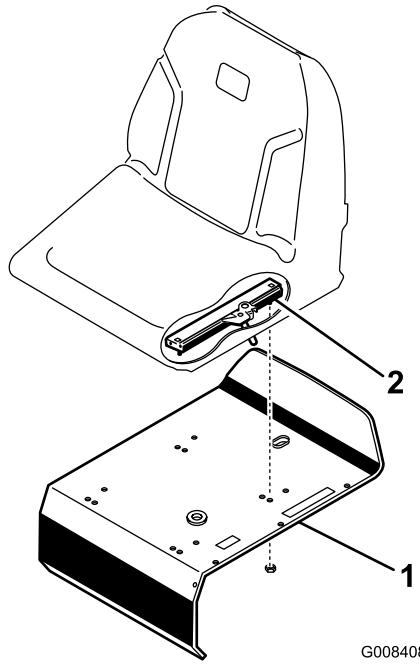

図 4
- 付属部品のロックナット (5/16 in.) で、運転席とシート・パネルとシートスライドをサポートに固定する (図 4)。